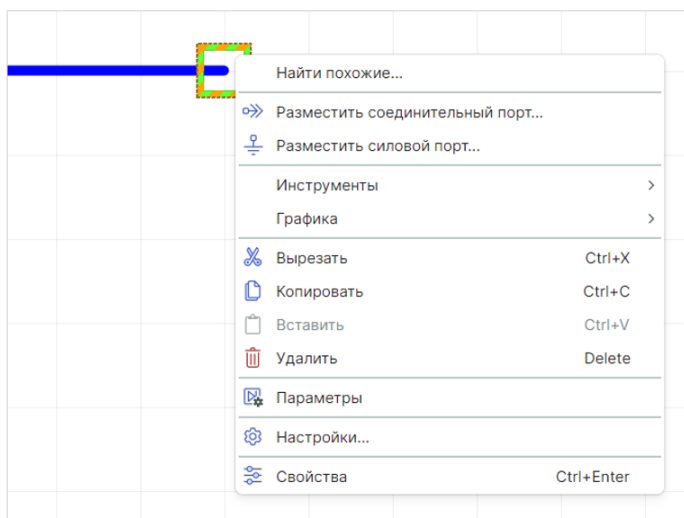

Рис. 122 Контекстное меню для свободного окончания цепи
2. Вызовите контекстное меню для свободного окончания цепи и выберите тип размещаемого порта, см. Рис. 122.